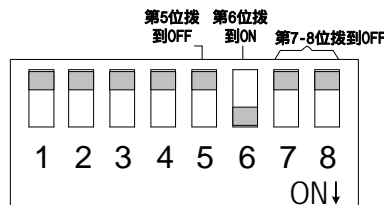

图 2.23 -5V~+5V 差分信号调速的拨码开关配置
-5V~+5V差分信号调速方式的码开关配置如图 2.23所示。拨码开关第 1-3 位配置电机额定电流(见表 2.2);第 4 位配置堵转时间(见表 2.3);第 5 位拨到OFF,第 6 位拨到ON,第 7、8 位均拨到 OFF(详情见表 2.4)。